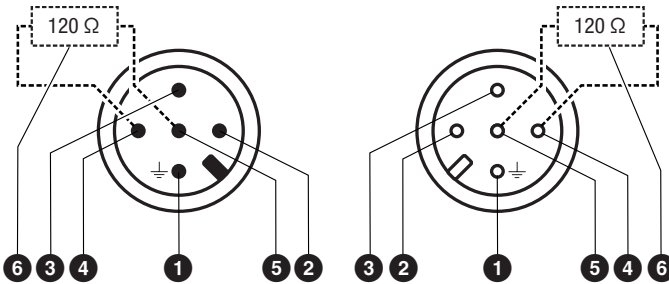

Fig. 10
Die Leitfähigkeitselektrode ist mit M 12 Sensor-Steckverbindungen, 5-polig, A-codiert, ausgerüstet, Belegung **Fig. 10**. Für die Verbindung der Bus-Geräte sind vorkonfektionierte Steuerkabel (mit Stecker und Kupplung) in verschiedenen Längen als Zubehör erhältlich.
Werden nicht die vorkonfektionierten Steuerkabel verwendet, müssen die Anschlussstecker und die Anschlussbuchsen für die CAN-Bus Leitungen entsprechend dem Belegungsplan **Fig. 10** angeschlossen werden.
- Bitte schließen Sie die Abschirmung der Bus-Leitung an Pin 1 Fig. 10 an.